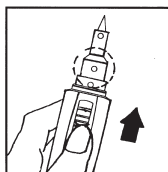

Fig. 5
6. La spissen varmes opp i 3–5 sekunder. Det keramiske innlegget begynner å bli rødgloedende. Da er loddepennen/varmluftsmunnstykket klar til bruk. Se fig. 5.